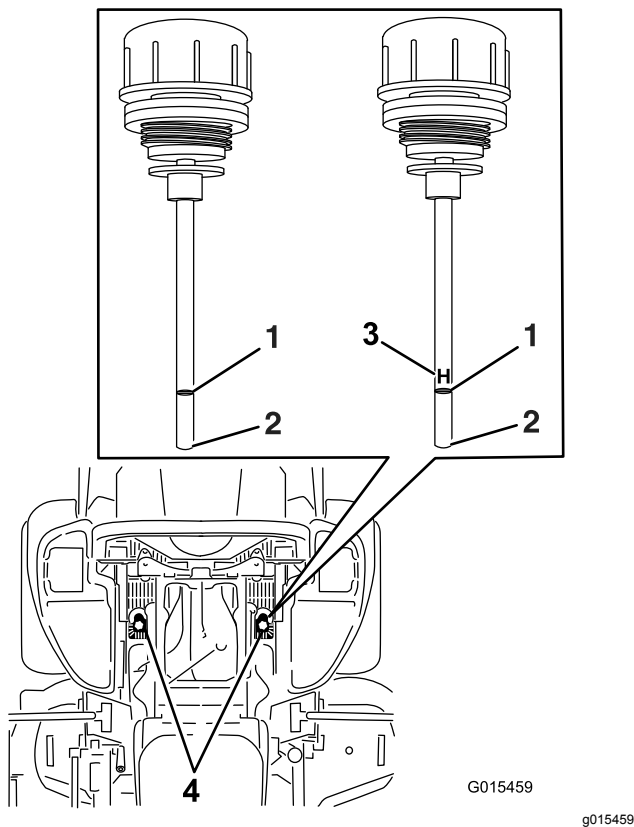

Bild 89
6. Reinigen Sie den Bereich um den Peilstab der Hydraulikanlagenbehälter (Bild 89).
7. Nehmen Sie einen Peilstab aus dem Hydraulikbehälter heraus (Bild 89).
9. Ziehen Sie den Ölpeilstab heraus und schauen Sie das Ende an (Bild 89).